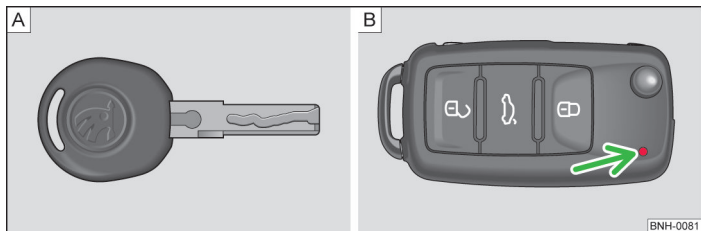
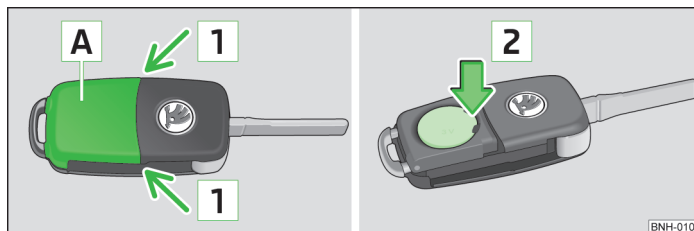

Abb. 7 Schlüssel ohne Fernbedienung / Schlüssel mit Fernbedienung (Funkschlüssel)
Abb. 8 Funkschlüssel: Deckel abnehmen / Batterie herausnehmen
Mit dem Fahrzeug werden zwei Schlüssel ausgeliefert. Je nach Ausstattung kann Ihr Fahrzeug mit Schlüsseln ohne Funkfernbedienung » Abb. 7 - A) oder mit Funkfernbedienung » Abb. 7 - B) ausgestattet sein.
Jeder Funkschlüssel enthält eine Batterie, die unter dem Deckel A) untergebracht ist » Abb. 8. Wenn die Batterie entladen ist, blinkt nach dem Drücken einer Taste auf dem Funkschlüssel die rote Kontrollleuchte » Abb. 7 - B) nicht. Wir empfehlen Ihnen, die Schlüsselbatterie von einem ŠKODA Vertragspartner wechseln zu lassen. Falls Sie jedoch die entladene Batterie selbst wechseln möchten, gehen Sie wie folgt vor.
- Die Batterieabdeckung mit dem Daumen oder mit einem flachen Schraubendreher im Bereich der Pfeile 1) abdrücken » Abb. 8.